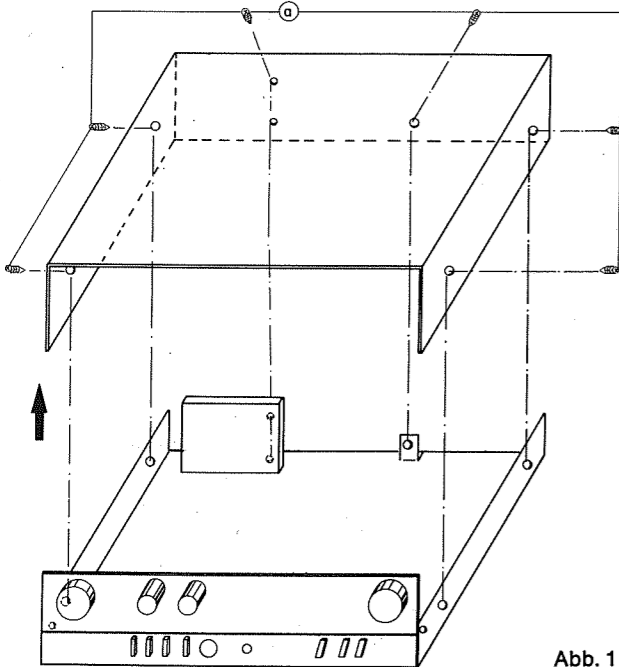

Abb. 1
- Gehäuseoberteil abheben (Abb. 1).